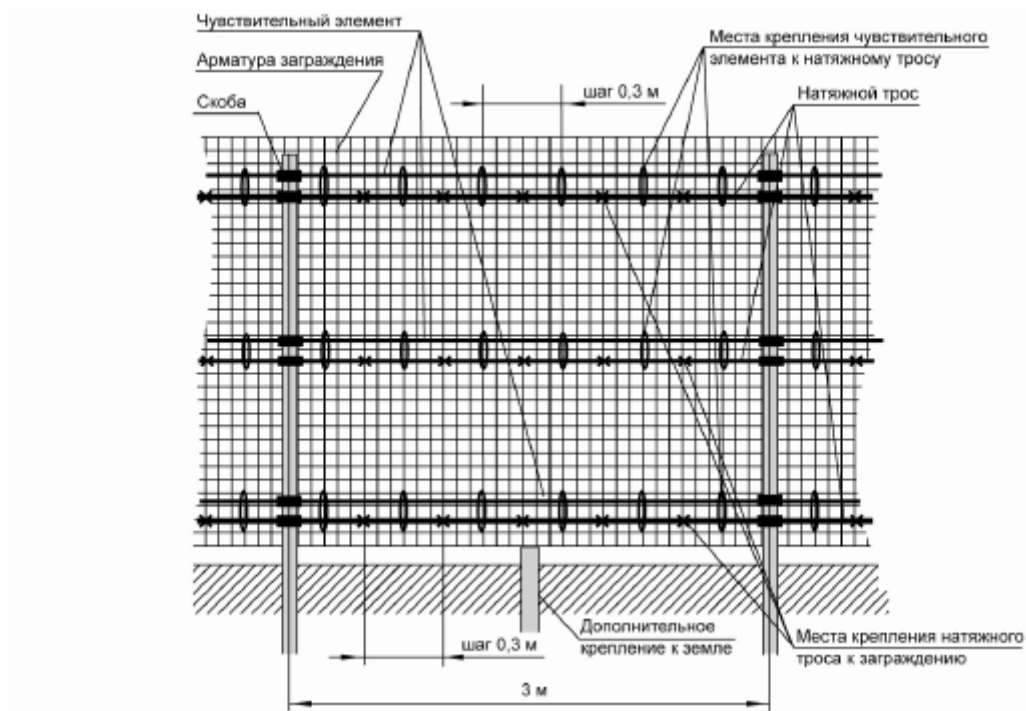

Рис. 8.1 – Заграждение из сварной оцинкованной сетки типа ССЦП
- гибких ограждениях, выполненных из армированной колючей ленты (АКЛ), сетки ССЦП (сетка сварная), сетки «Рабицы», колючей проволоки и т.п. (см. Рис. 8.1÷ 8.4);